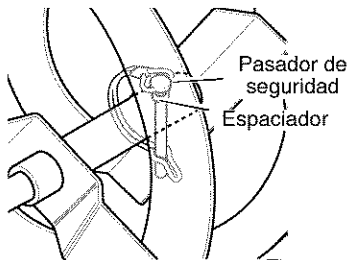

Figura 113
3. Alinee el agujero de la barrena con el agujero del eje de la barrena. Instale el nuevo **pasador de seguridad y espaciador**. Vea la Figura 113.